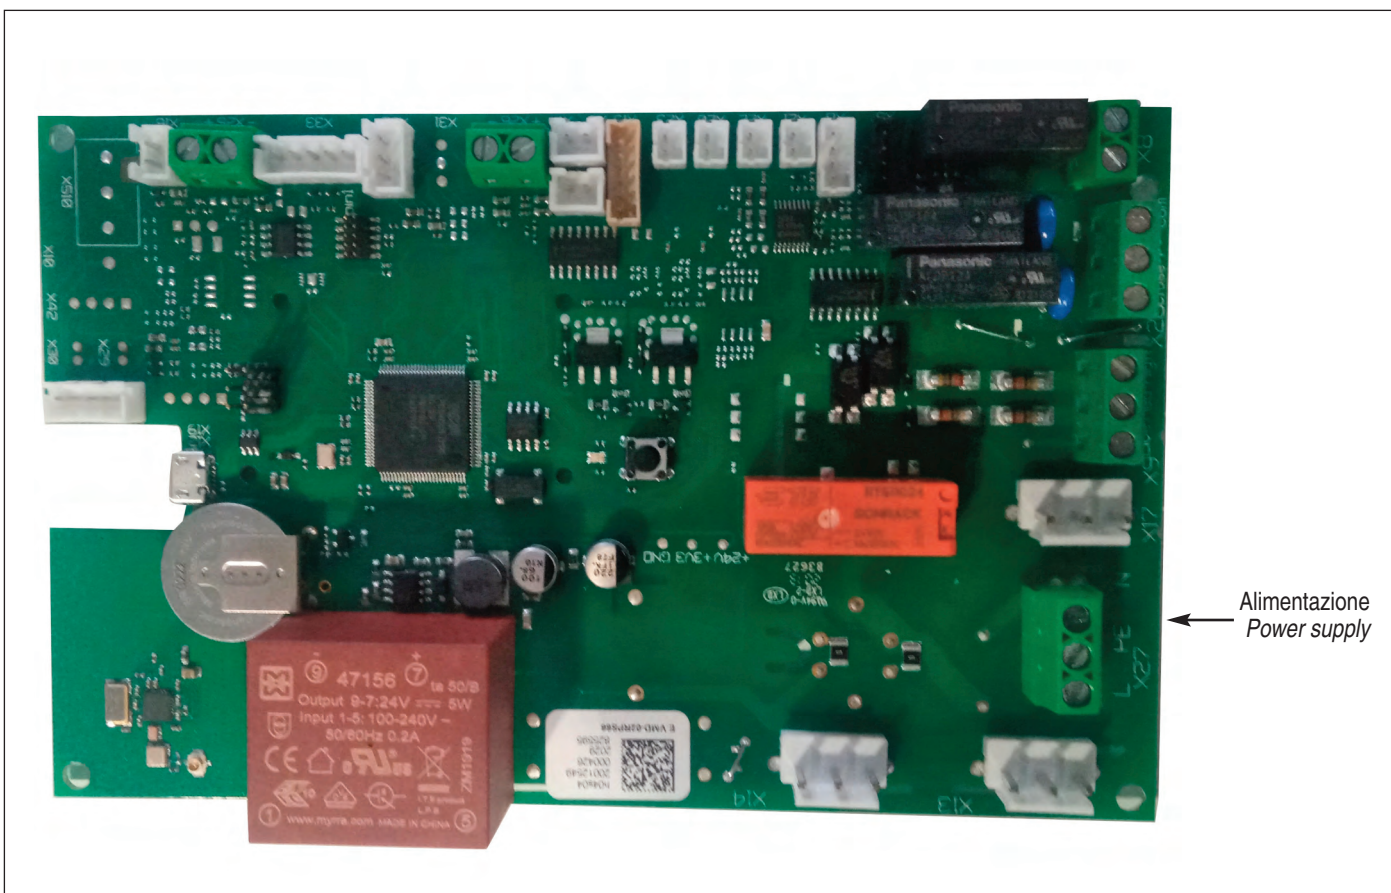

fig. 20
- Controllore elettronico a microprocessore, installato a bordo (fig. 20).
- Sonda di temperatura della ripresa aria ambiente per la termoregolazione (SA).
- Sonda di temperatura aria esterna per la gestione del free-cooling / heating (SE).
- **le sonde di temperatura aria immissione (SI) e temperatura aria espulsa (SD) sono opzionali e vanno richieste in fase d'ordine.**
- *Electronic control board with installed microprocessor (fig. 20).*
- *Return air temperature probe for ambient temperature control (SA).*
- *External air temperature probe for free-cooling / heating management (SE).*
- ***the (SI) supply air temperature and (SD) exhaust air temperature probes are optional and must be requested when ordering.***